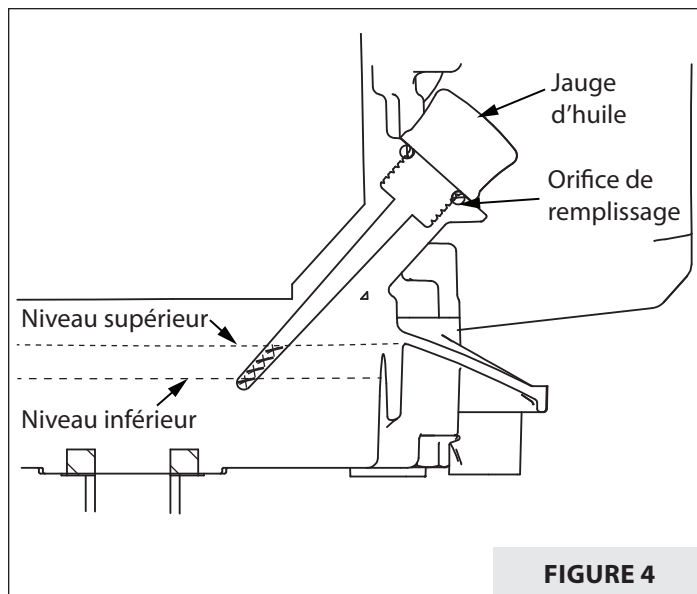

FIGURE 4
1. Retirer la jauge d'huile. Remplir le carter jusqu'au repère de remplissage **MAXIMUM** sur la jauge. **NE PAS TROP REEMPLIR. VOIR FIGURE 4.**